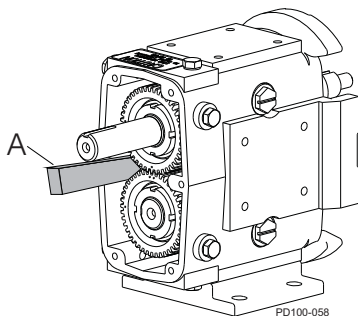

Abbildung 70 - Blockieren der Wellendrehung
1. Verhindern Sie durch Einsetzen eines Keils zwischen den Zahnradern, dass sich die Wellen drehen (Abbildung(Abbildung 70, Pos.Teil A).